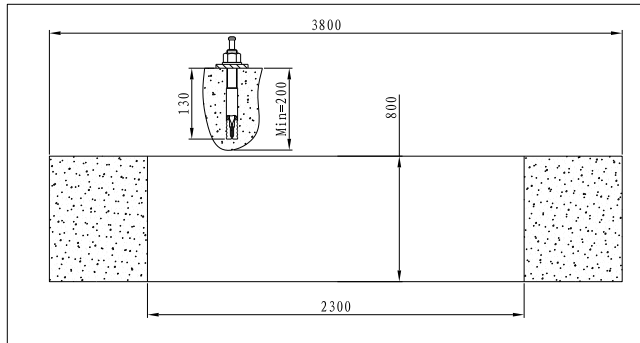

Abb. 28
- ◆ Montieren Sie die Schraube gemäß **Abb. 28**.